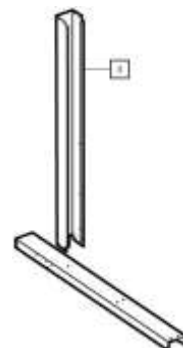

fig.4
B) Ahora coloque la columna central (3) encima de los dos perfiles, como se muestra en la fig. 4.